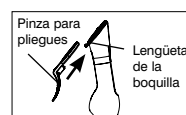

Figura 5
1. Retire el tanque de la unidad sujetando el mango y gírelo boca abajo. Desensrosque la tapa del fondo del tanque de agua. Mantenga el tanque bajo un chorro de agua fría hasta que quede lleno al nivel deseado (Figura 5). **NO** lo llene más arriba del nivel de llenado de 40 minutos. Una vez terminado de llenar el tanque, vuelva a enroscar la tapa y gírelo boca arriba (Figura 6). Coloque otra vez el tanque de agua en la unidad asegurándose de que quede bien posicionado y asegurado en su lugar.